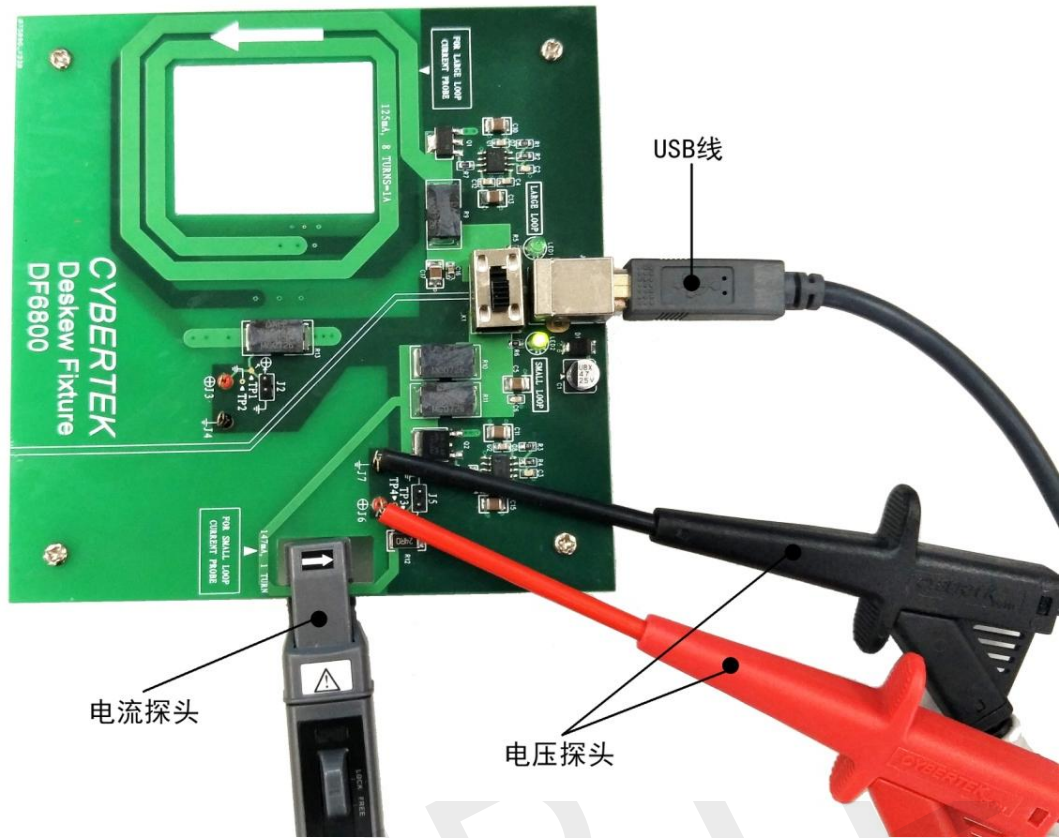
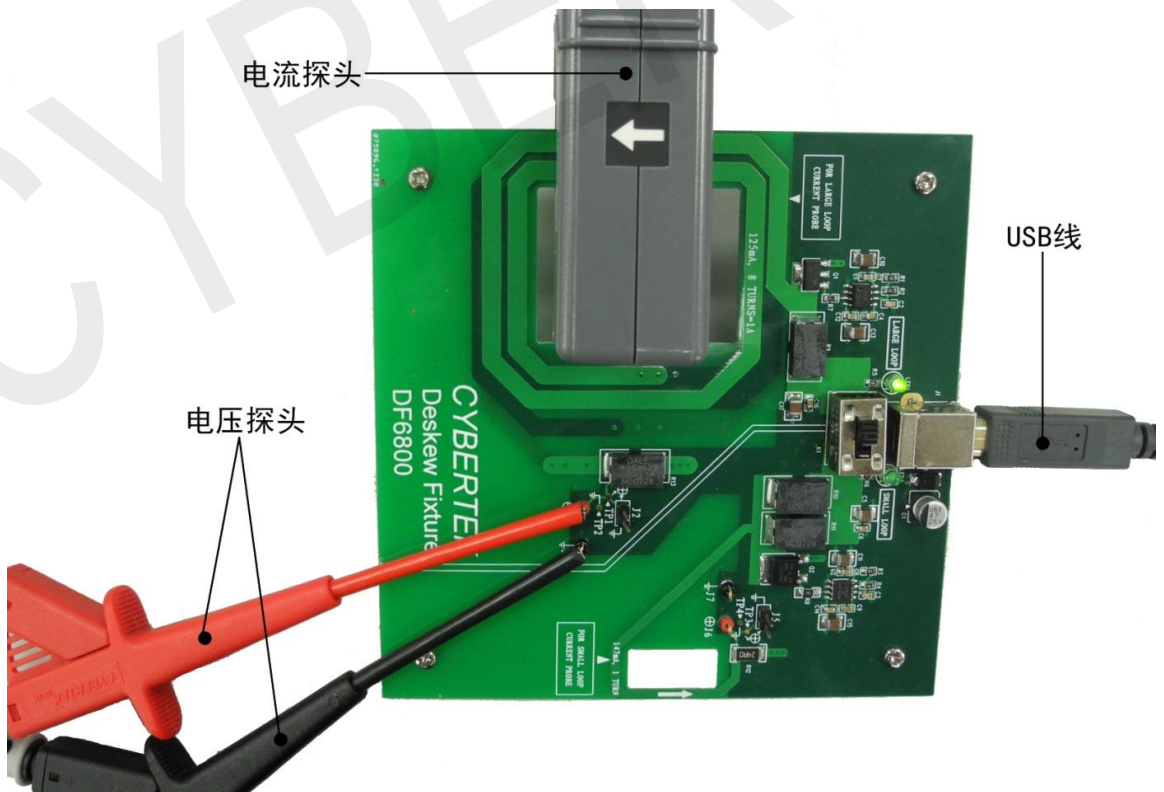

图 1
图 2
- ✧ CP8000 系列探头连接 DF6800 相应的电流环，按照正确的电流方向连接，如下图 1、图 2 所示。